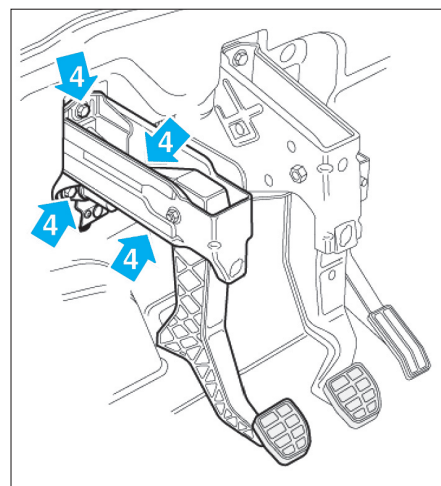

Fig. 3
- Déposer les écrous de fixation (4) du palier de fixation (Fig.3).